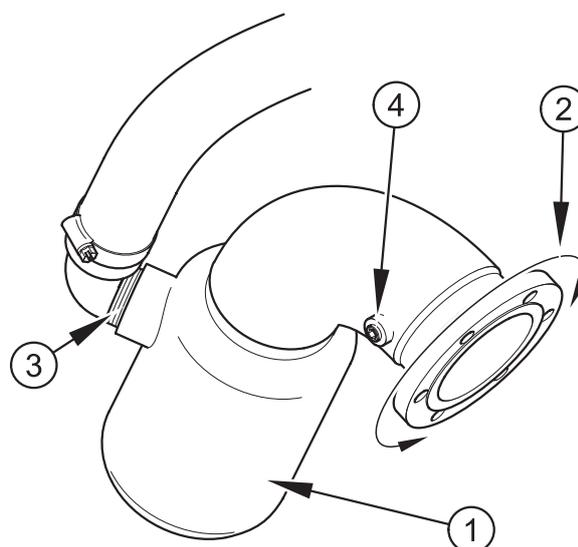

Figura 21
La Figura 21 mostra un gomito di scarico tipico (1) con iniezione d'acqua (3). Il gomito può essere ruotato (2) per ottenere la posizione ottimale.